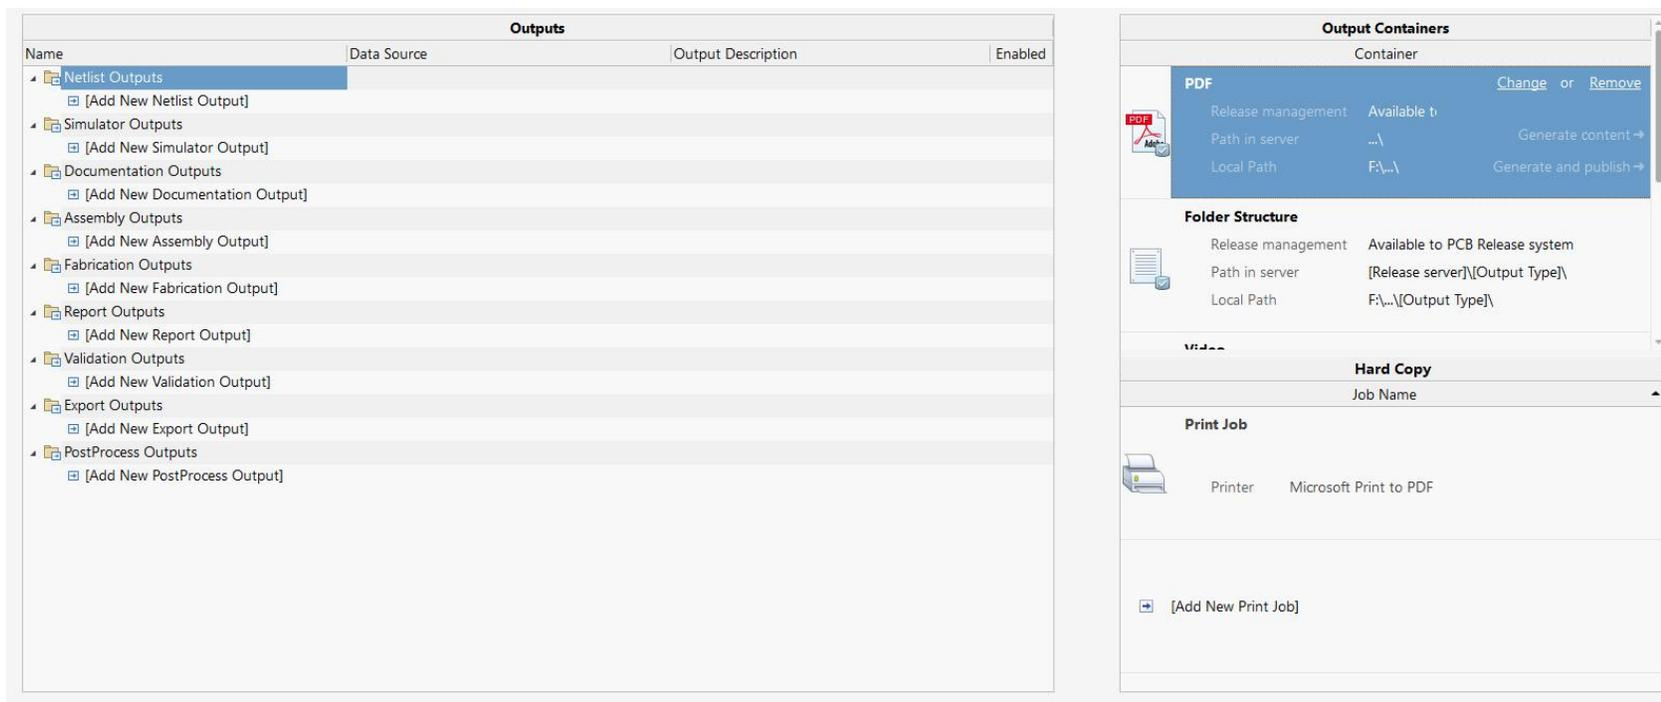

图5-11 输出工作文件配置界面
- 3) 在Altium Designer主界面右侧出现Job1.OutJob输出工作文件配置选项，如图5-11所示。在此可在“Add New Print Job”栏目条上右击鼠标，在弹出的快捷菜单内选择相应方式来输出文件或报告等，这样可以使输出容器产生更多的输出工具。
- ① 如果想删除一个设置，需要先选择该设置，然后右击，在弹出的快捷菜单内选择“Delete”命令。
- ② 双击一个输出项，或者右击，在弹出的快捷菜单中选择“Configure...”（配置...）命令，可以弹出该输出配置对话框。